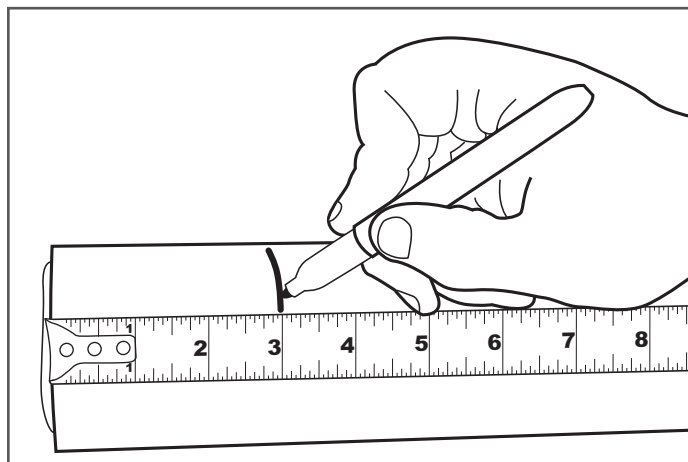

Figure 7-1 Page 4
2. Pour déterminer la longueur de gaine à retirer, mesurez environ 8 cm (3 po) à partir de l'extrémité (Figure 7-1).